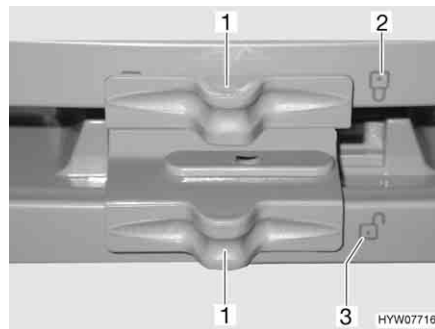

Fig. 229 Bloccaggio della porta del frigorifero/del vano congelatore (serie Dometic 7 con vano congelatore separato)
- Spingere il bloccaggio (Fig. 229,1) di lato in modo che la serratura aperta "☞" (Fig. 229,3) sia visibile.
- Spingere il bloccaggio (Fig. 229,1) di lato in modo che la serratura aperta "🔓" (Fig. 229,2) sia visibile.